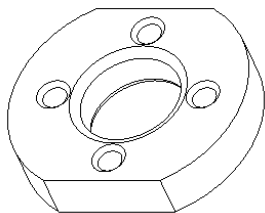

图 9-29 原始实体模型
① 在“快速访问”工具栏中单击“打开”按钮，选择本书配套的素材实体模型文件“bc_9_xgix.prt”来打开。该文件中已存在图 9-29 所示的实体模型。